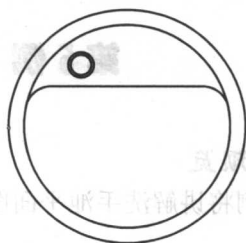

图 5-5 绘制并偏移圆
5. 使用“圆”命令,在图形上绘制一个直径为50mm的圆。再使用“偏移”命令,将其向内偏移5mm,如图5-5所示。